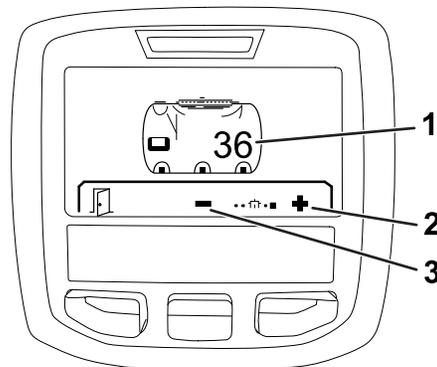

Рисунок 21
2. Нажмите правую кнопку выбора, затем нажмите левую кнопку выбора, чтобы перейти к экрану объема жидкости в баке (Рисунок 21).
3. Используйте среднюю и правую кнопки выбора, чтобы установить объем жидкости в баке (Рисунок 21).